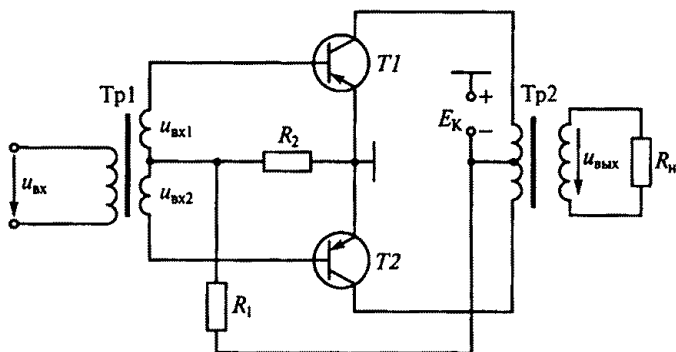

Рис. 205
8.21.Р. Как изменится КПД двухтактного усилителя мощности (рис. 205), если он будет переведен из режима В в режим А?